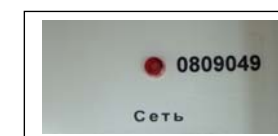

Рис. 7. Индикатор включения сети
**Индикатор включения сети (рис.7).** Указывает на то, что стабилизатор находится под напряжением. Светится при включении автоматического выключателя и наличии напряжения в сети.